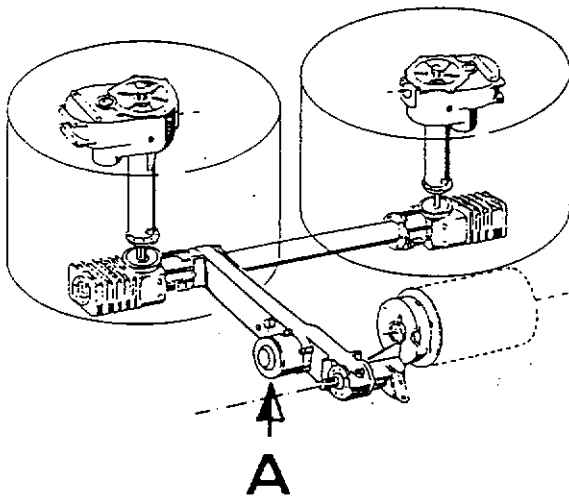

Bild 8.
- Das Antriebssystem des Mähvorsatzes ist durch eine Reibkupplung gegen Überlastung gesichert. Diese Reibkupplung befindet sich im Stirnradgetriebe (Pos. A Bild 8).